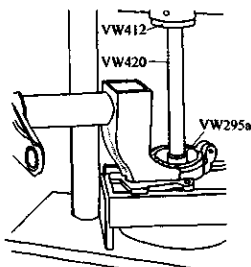

图 3-154 压出轮毂
3) 压出轮毂, 如图 3-154 所示。注意: 压出轮毂时, 车轮轴承有可能被损坏。